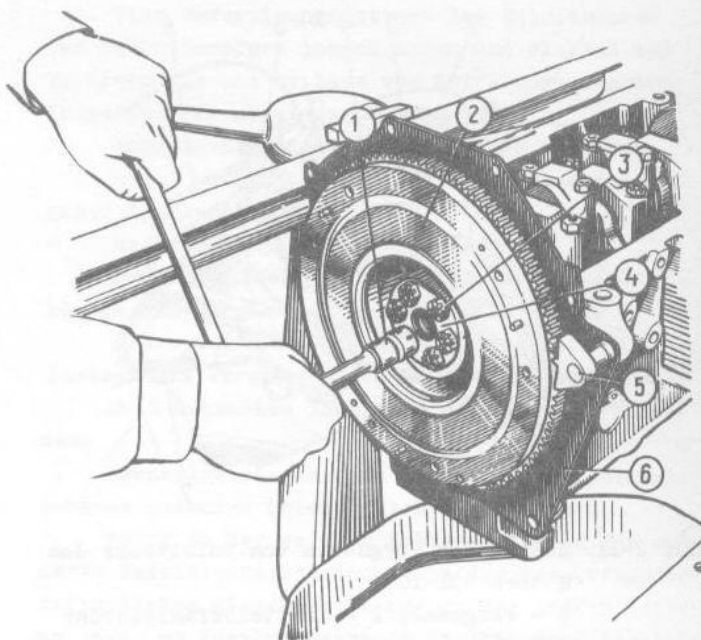

Bild 2-13. Ausbau des Schwungrads von Motor VAZ-2106-70:
- Riemenscheibe der Kurbelwelle abziehen, dabei das Schwungrad 2 (Bild 2-13) mit Raste 5 (A.60330/R) festmachen und das Sperrad mit Schlüssel A.50121 losdrehen;
- Raste 5 (siehe Bild 2-13) anbringen, Befestigungsschrauben der Kupplung losdrehen und diese absetzen. Schrauben 3 losdrehen und Scheibe 4 und Schwungrad von Kurbelwelle abziehen;